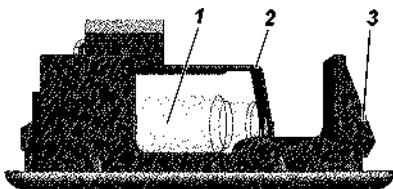

Рис. 9.36. Плафон подсветки
**Плафон подсветки вещевого ящика.** Для замены лампы извлеките плафон (рис. 9.36) из вещевого ящика. Замените лампу 1 отжав держатель 2.